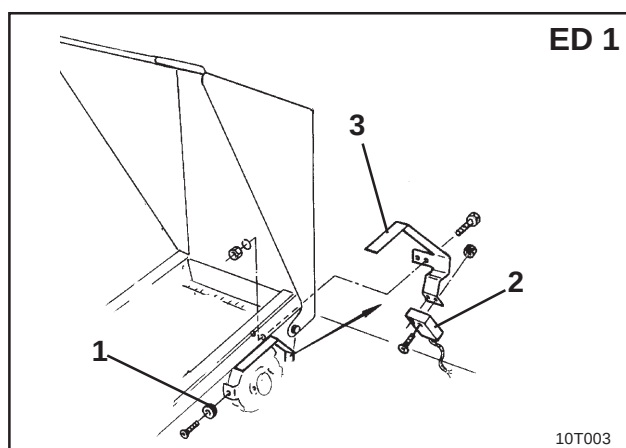
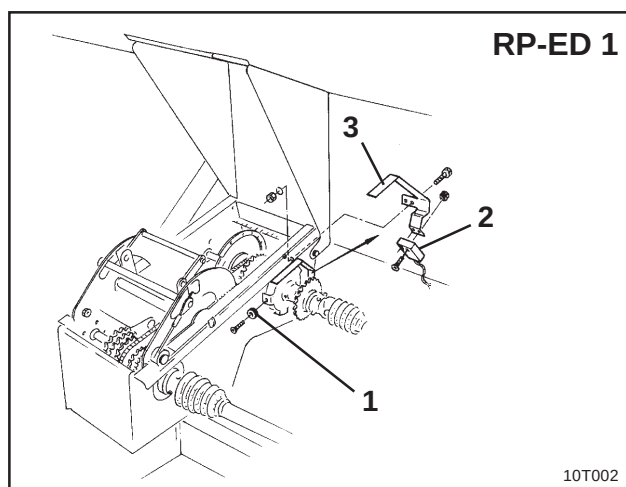

Fig. 6.4
Fig. 6.5
Sensor og magnet på **ED 1** (fig. 6.4) eller **RP-ED 1** (fig. 6.5) skal fastgøres på indgangsakselen til kædehjuls-indstillings-gearkassen:
- Magnet (fig. 6.4/1 eller fig. 6.5/1) skal fastgøres på impulsskiven med selvskærende skruer M4 x 10 på indgangsakselen til gearkassen.
- Ved montering af sensoren skal impulsholderen (fig. 6.4/3 eller fig. 6.5/3) løsnes og derefter spændes til.
- Sensoren (fig. 6.4/2 og fig. 6.5/2) skrues på impulsholderen (fig. 6.4/3 eller fig. 6.5/3).